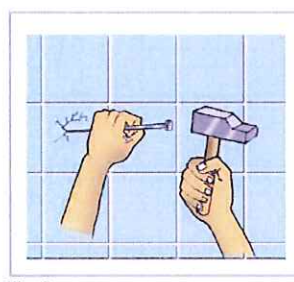

Fig. 2
2. Con cincel delgado o la punta y con un martillo, rompa la mayólica defectuosa y retire los trozos. Para que no se rompan las mayólicas contiguas, empiece con pequeños golpes por el centro y siga por los lados de la pieza. Retire los restos de cemento y moje el área sin la mayólica (Fig. 2).